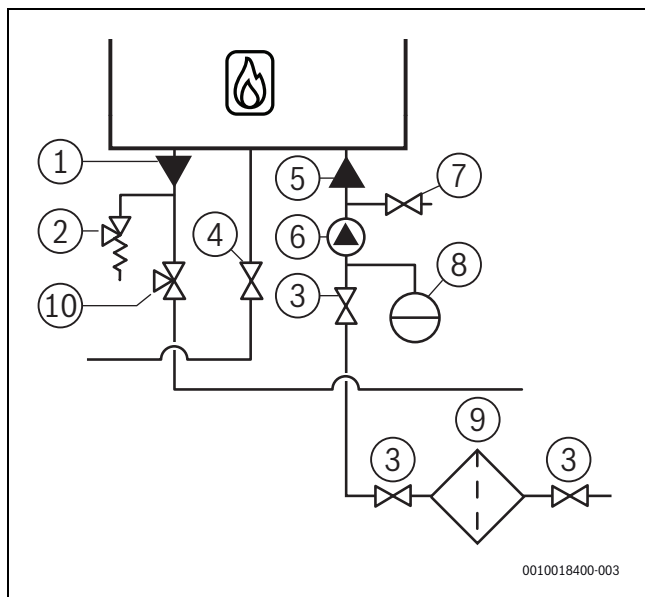

Fig. 17 Collegamento del sistema di distribuzione idraulico del riscaldamento
- ▶ Installare il collegamento del vaso di espansione e quello della valvola di sicurezza direttamente sotto il generatore di calore e al di sopra delle valvole di servizio. (→ fig. 17, pag. 17).
- ▶ installare una valvola di servizio nella tubazione di mandata e in quella di ritorno (→ fig. 17, pag. 17).